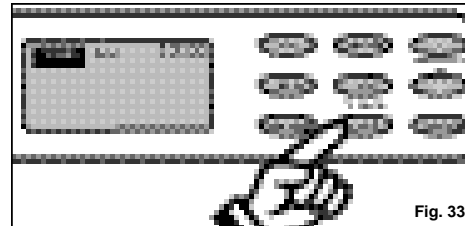
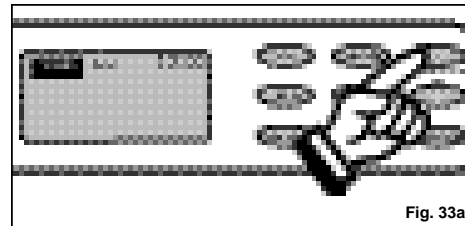

Fig. 33
Fig. 33a
- 2) Appuyez la touche **TIMER-ON** pour mettre en marche la séquence de minuterie **AUTO-ON**. (Fig. 33). L'affichage indique **TIMER-OFF** et le mot **OFF** clignote pendant 5 secondes. Appuyez sur les touches **▲** ou **▼** pour choisir l'heure de mise en marche **AUTO-OFF** exigé. (Fig. 32a). **▼** Cette touche réduit le réglage de la **MINUTEUR AUTOMATIQUE** 10 minutes à la fois. **▲** Cette touche augmente le réglage de la **MINUTEUR AUTOMATIQUE** 10 minutes à la fois. Lorsque l'heure désirée est réglée, (l'heure clignote dans l'affichage) appuyez sur la touche **CLOCK** pour entrer le programme du **AUTO TIMER-OFF** en mémoire. Le mot **OFF** arrête de clignoter et reste allumé (**TIMER OFF**). Ceci indique que le programme est réglé. L'heure revient automatiquement sur l'affichage.
- 2) Appuyez sur la touche **TIMER OFF** pour initialiser la séquence d' **ARRÊT AUTOMATIQUE** Fig. 33. L'affichage indique **TIMER OFF** et le mot **OFF** clignote pendant 5 secondes. Appuyez sur la touche **▲** ou **▼** pour choisir l'heure d'arrêt du programme **AUTO-OFF**. Fig. 33a.